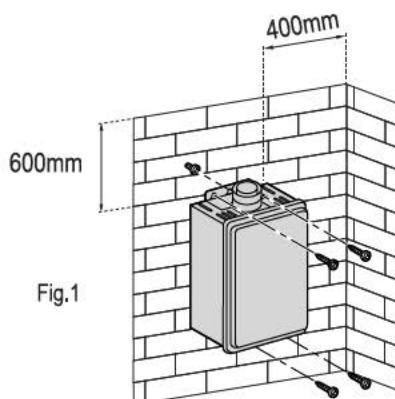

Fig.1
- Instale el calentador de agua en un área bien ventilada y con salida de gases de combustión mediante un abanico extractor de aire (Fig.1).
Considere una separación mayor de 600mm con el techo y una separación mayor de 400mm por costados de calentador y paredes laterales, utilice un nivel de burbuja y proceda a marcar los orificios en el muro, tome como referencia los soportes del calentador(Fig.1).